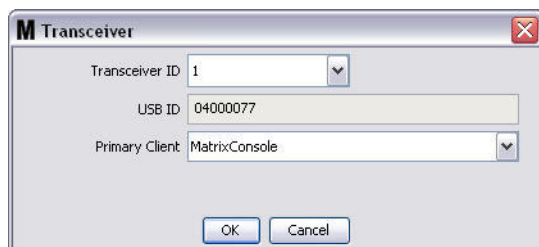

FIG. 88
- Het wijzigingscherm zoals in FIG. 88 wordt weergegeven. Op dit scherm kunt u het toegewezen zendontvanger-ID wijzigen en een Primaire client toewijzen. Het USB-ID wordt op het scherm weergegeven, maar is niet bewerkbaar. Het is er louter ter informatie.